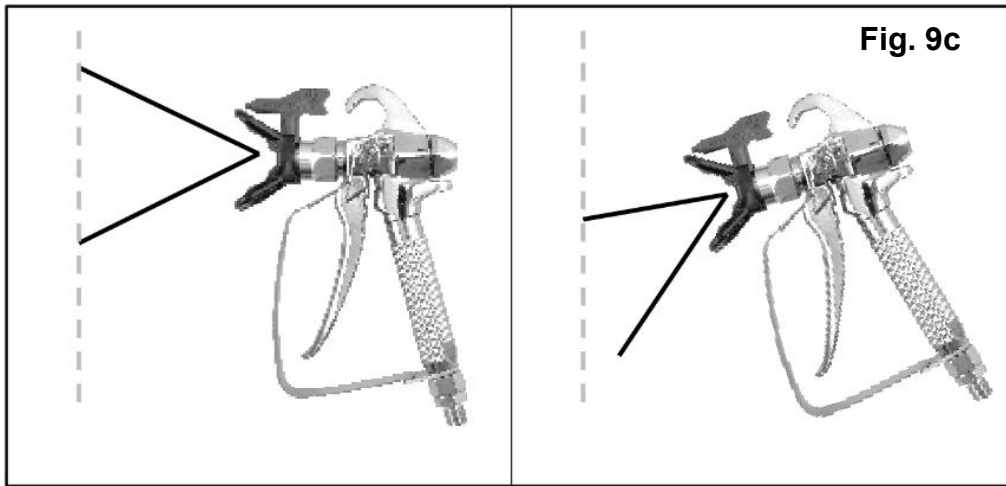

Fig. 9c
3. Maintenez le pistolet de pulvérisation (6) perpendiculaire à la surface, afin que la distance de pulvérisation soit cohérente (Fig.9c).